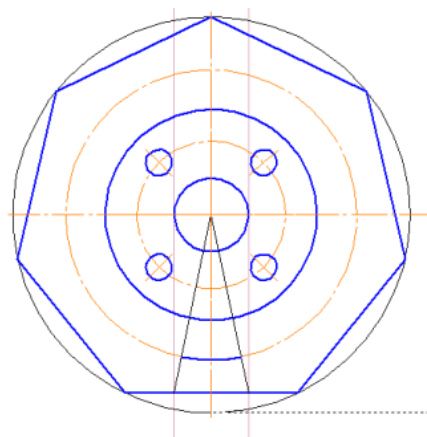

Рис. 12. Проведение линий к центру окружности
6. Через точки пересечения окружности с параллельными прямыми, проведем две тонкие линии к центру окружности. Используя команду *Дуга*, начертим дугу в нижней части детали. На панели свойств нужно указать диаметр 110 и провести в заданном месте дугу (рис. 12).